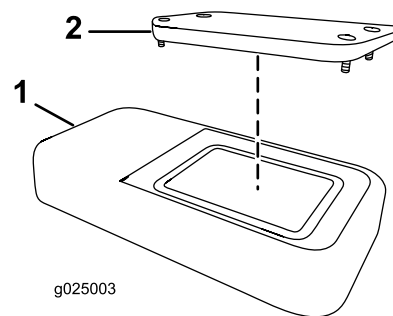

Figura 63
2. Retire la tapa (Figura 63).